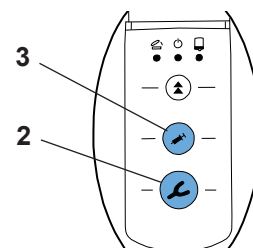

Рис. 8
- Если оператор нажимает одну из кнопок подачи (ложка отпресса (2, Рис.8) или дозатор (3, Рис. 8) без выбора программы смешивания, программа **ST** будет активирована автоматически. Светодиод рядом с кнопкой **ST** начнет мигать снова.